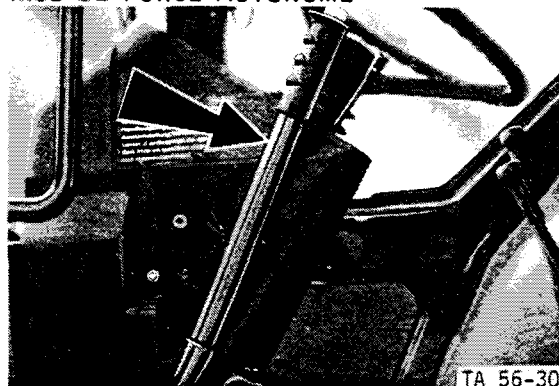
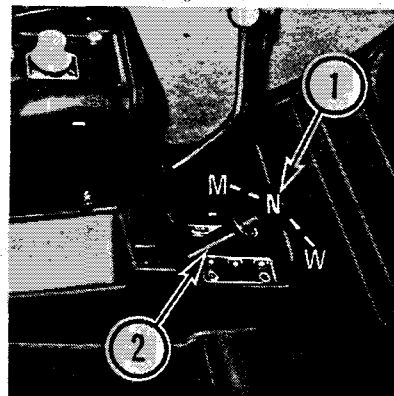
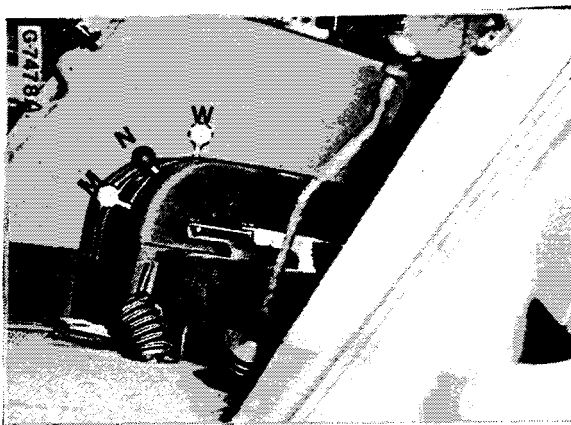

Figure 26 (956XL - 1056XL)
Figure 27 (956XL - 1056XL)
Figure 28
Si le tracteur est équipé d'une prise de force proportionnelle à la vitesse d'avancement, celle-ci peut être connectée en alternance avec la prise de force autonome ainsi que le montrent les Figures 27 et 28. L'arbre de prise de force de 1000 tr/mn peut être doté soit de petites cannelures, soit de grosses cannelures. L'arbre de prise de force de 540 tr/mn a toujours de grosses cannelures.
ATTENTION : Avant d'accoupler ou de désaccoupler l'arbre de transmission à la prise de force, assurez-vous que le levier d'enclenchement est en position neutre (N) Fig. 27/28.
Pour utiliser la prise de force autonome, débrayez l'embrayage à main, Fig. 26/26a, levez le manchon de verrouillage (2) Fig. 27 (956XL - 1056XL) ou levez le levier d'enclenchement de prise de force, Fig. 28 (956 - 1056) pour le libérer et l'engager en position (M). Puis enclenchez lentement l'embrayage à main, à mi-régime du moteur. Pour désaccoupler la prise de force, actionnez l'embrayage à main et placez le levier de prise de force en position N.
Pour embrayer la prise de force proportionnelle à la vitesse d'avancement, débrayez le moteur, et mettez le levier sur la position (W) Fig. 27/28.